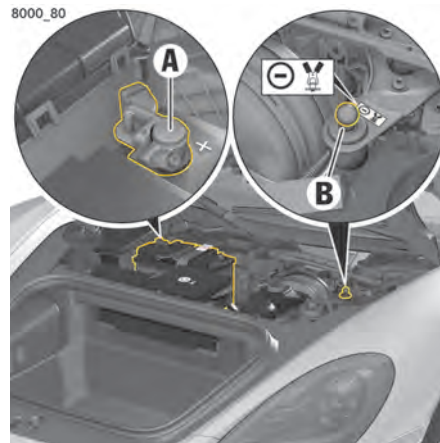

Fig. 24: Bornes de la batterie
- ▶ En cas d'assistance au démarrage, ne branchez jamais directement le câble négatif noir à la batterie. Branchez toujours le câble négatif noir au point de masse **B** (Fig. 24 à la page 57).